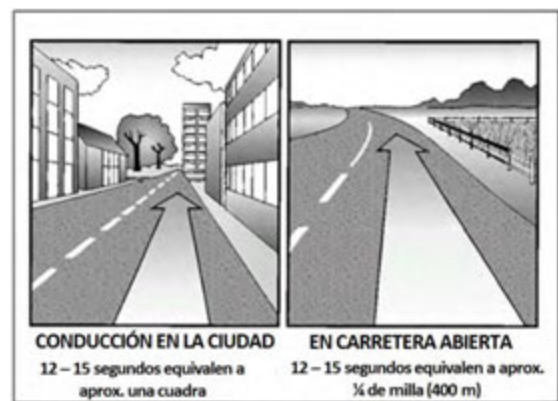

Figura 2.6
**Qué tan lejos adelante hay que mirar.** La mayoría de los buenos conductores miran un mínimo de 12 a 15 segundos hacia delante. Esto significa mirar hacia delante la distancia que usted recorrerá en 12 a 15 segundos. A velocidades bajas, esto equivale a alrededor de una cuadra. A velocidades de autopista, es aproximadamente un cuarto de milla (400 kilómetros). Si no mira lo suficientemente lejos, es posible que necesite detenerse o cambiar de carril demasiado rápido. Mirar un mínimo de 12 a 15 segundos hacia delante no significa no prestar atención a las cosas que suceden más cerca. Los buenos conductores cambian su atención entre lo que sucede lejos y lo que sucede cerca. La figura 2.6 ilustra qué tan lejos debe mirar hacia delante.